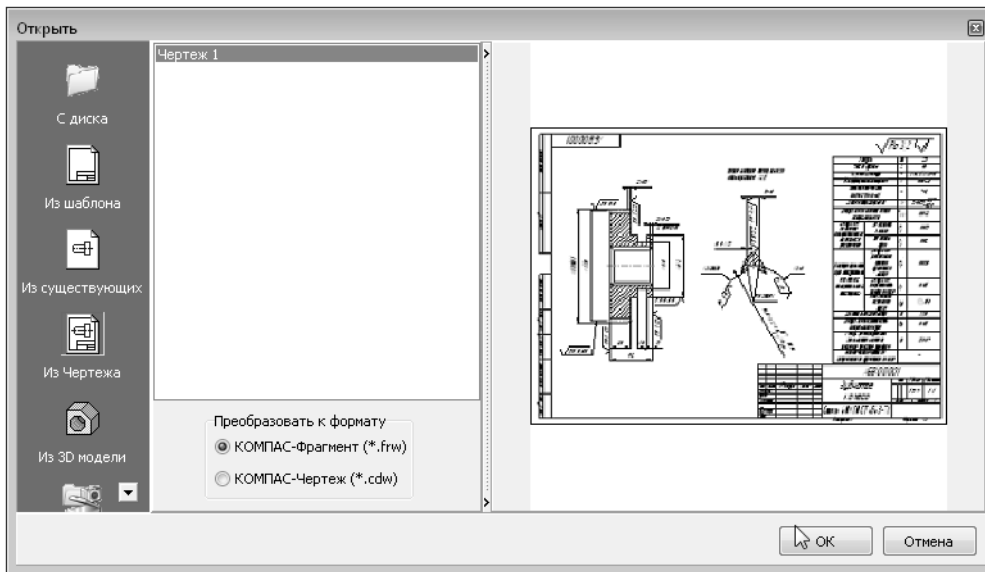

Рис. 6.11.
19. В появившемся окне **Открыть** установите курсор на названии чертежа. Для упрощения выбора окно в правой части показывает содержимое чертежей (рис. 6.11). Внизу можно выбрать формат эскиза — это может быть фрагмент с расширением \*.frw или чертеж с расширением \*.cdw. Оставьте формат фрагмента по умолчанию и нажмите **ОК**.